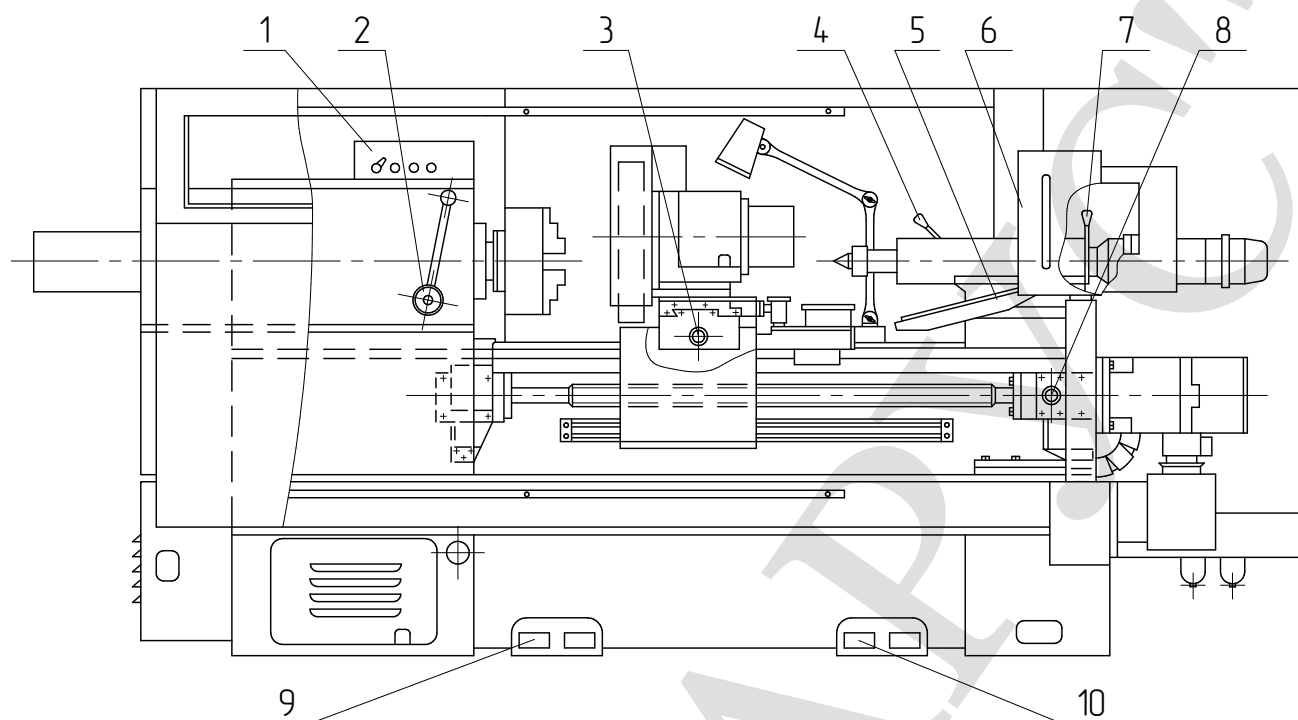

Рис. 5. Органы управления станка
7.1.1. Расположение органов управления на станке (рис. 5).
| № позиции по рис. 5 | Органы управления и их назначение            | Способ использования  |